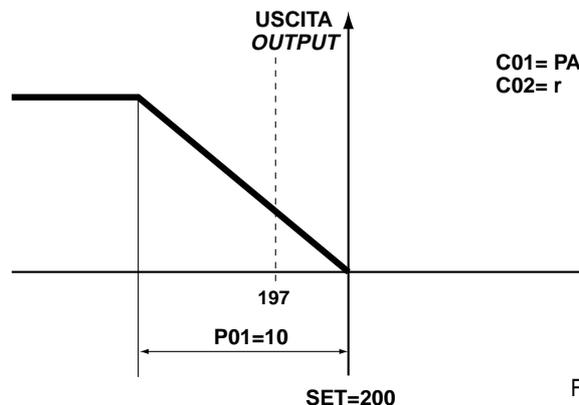

Fig. 43
**Esempio:** Supponiamo di gestire un forno, tramite la regolazione P.A, con un Set-Point impostato di 200 °C. È già passato più di qualche minuto e la temperatura si è stabilizzata a 197 °C (punto di equilibrio, vedere fig. 43)). L'errore proporzionale in questo caso vale 3. A questo punto impostiamo  $C21=PI$ , e  $P05=600$ . Se nulla cambia, dopo 600 s. (10 minuti), per quanto detto sopra, l'errore totale non sarà più dato solo dall'errore proporzionale, ma anche dalla somma di quello integrale (anch'esso varrà 10 °C). Pertanto l'errore totale sarà di 6 °C. In questo modo il controllo agirà considerando internamente la misura letta non più di 197 °C ma di 194 °C. Il risultato finale sarà che il punto di equilibrio verrà spostato automaticamente a 200 °C. Nella realtà, solitamente quello che avviene non è esattamente questo. Infatti, una volta attivato il PI, il controllo incrementa l'errore integrale (quindi quello totale) istante dopo istante: ciò significa che istante dopo istante lo strumento agirà per ridurre l'errore che si sta accumulando e quindi si presume che la grandezza da controllare vari di conseguenza in modo continuo.
**Example:** Suppose you have to manage an oven, with a P.A regulation, with a selected Set-Point of 200°C. A few minutes have already elapsed and the temperature has settled to 197°C (balance point, see fig. 43). The proportional error in this case is 3. At this point we select  $C21=PI$ , and  $P05=600$ . If nothing changes, after 600s. (10 minutes), the total error will be no longer given only by the proportional error, but also by the sum of the integral one (it will be 10°C as well). Therefore the total error will be 6°C. In this way the control will operate considering internally the effected measurement no longer of 197°C but of 194°C. The final result will be that the balance point will be automatically shifted to 200°C. Actually what usually occurs is not exactly this. In facts, once PI has been activated, the control increases the integral error (therefore the total one) instant after instant: this means that, instant after instant, the unit will operate to reduce the error which is accumulating and therefore the measurement to be controlled is supposed to vary as a consequence in a continuous way.